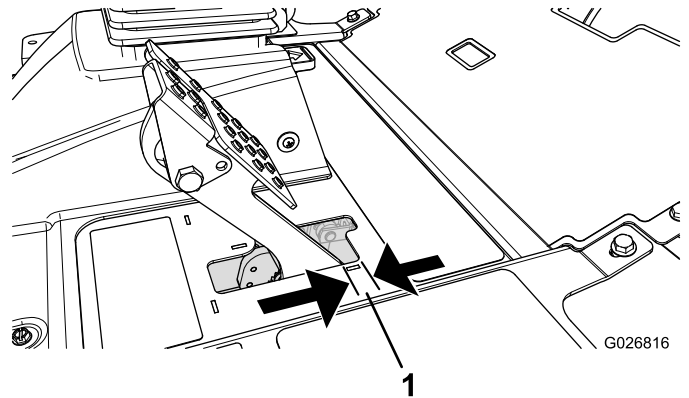

Figure 71
Réglez les freins si la garde à la pédale de frein est supérieure à 2,5 cm (Figure 71) ou si la force de maintien offerte est insuffisante. La garde est la distance parcourue par la pédale de frein avant que le freinage soit ressenti.
2. Serrez l'écrou arrière afin de pouvoir déplacer le câble en arrière jusqu'à obtention d'une garde de 6 à 13 mm (Figure 71), avant le blocage des roues.